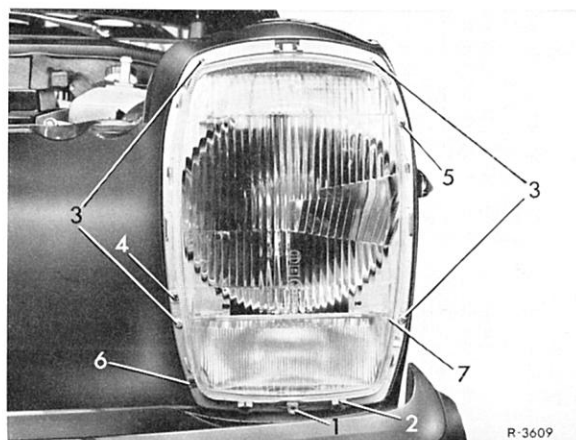

Bild 82—1/1
- 2 Befestigungsschrauben (3) an der Leucht-einheit heraus-schrauben und Leuchteinheit so weit herausnehmen, daß die elektrischen Stek-ker abgezogen werden können (Bild 82—1/1).